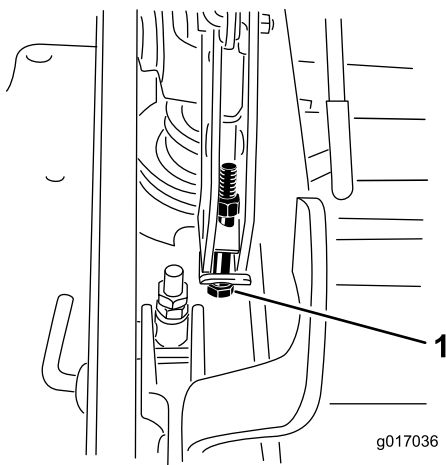

Figura 93
13. Se il piatto è troppo basso, serrate il bullone di regolazione da un punto unico ruotandolo in senso orario. Se il piatto è troppo alto, allentate il bullone di regolazione da un punto unico ruotandolo in senso antiorario (Figura 93).